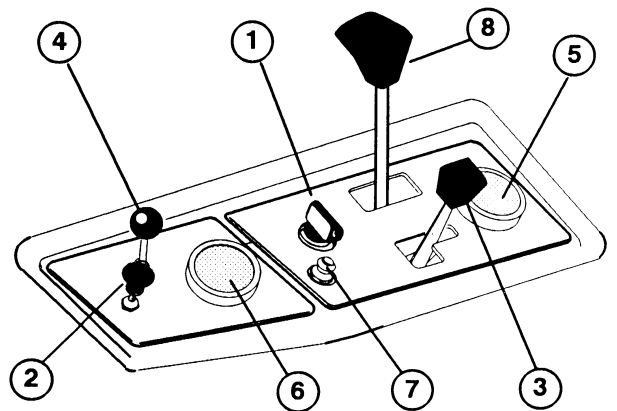

Fig. 6
Tændingskontakt (Fig. 6)—Tændingsnøglen bruges til at starte og standse motoren. Den har 3 stillinger: AFBRUDT (OFF), TILSLUTTET (ON) og START.
Choker (Fig. 6)—Når man ønsker at starte en kold motor, skal karburatorens gasspjæld lukkes ved at trække chokeren ud til FULD (FULL). Når motoren starter, skal chokeren reguleres, indtil motoren går jævnt. Så snart det er muligt, skal chokeren åbnes ved at skubbe den helt ind til AFBRUDT (OFF).
Gasregulator (Fig. 6)—Anvendes til at regulere motorhastigheden. Gasregulatoren føres fremad til FAST (HURTIGT) for at øge motorens omdrejningstal og bagud til SLOW (LANGSOMT) for at mindske det.
Sprøjteskyllehåndtag (Fig. 6)—Træk håndtaget opad for at aktivere tromlens sprøjteskyllesystem. Før knappen op eller ned for at justere sprøjtemængden for at holde tromlerne fri for snavs o.l.
Timetæller (Fig. 6)—Registrerer de timer, motoren har arbejdet. Timetælleren bruges til at afgøre service- og smøringsintervaller.
Vandtryksmåler (Fig. 6)—Registrerer vandforsyningstrykket i systemet. Virker også som sikkerhedskontakt og forhindrer, at vandpumpen starter, hvis vandtrykket er under 138–193 kPa eller standser vandpumpen, hvis vandtrykket falder under 48–89 kPa. Check måleren hyppigt for at kontrollere vandtrykket.
Knap til genindstilling af kredsløbsafbryder (Fig. 6)—Tryk på knappen for at genindstille afbryderen, når fejl er blevet repareret i det elektriske system. Knappen virker også som kontakt, der afbryder strømmen til relæerne.
Håndtag til regulering af mellemrum (Fig. 6)—Føres mellemrumshåndtaget væk fra håndtaget øges kørehastigheden under luftningen og afstanden mellem hullerne bliver større. Føres mellemrumshåndtaget mod håndtaget nedsættes kørehastigheden under luftningen og afstanden mellem tromlerne bliver mindre. Når maskinen sættes i transportposition, tilsidesættes indstillingen.